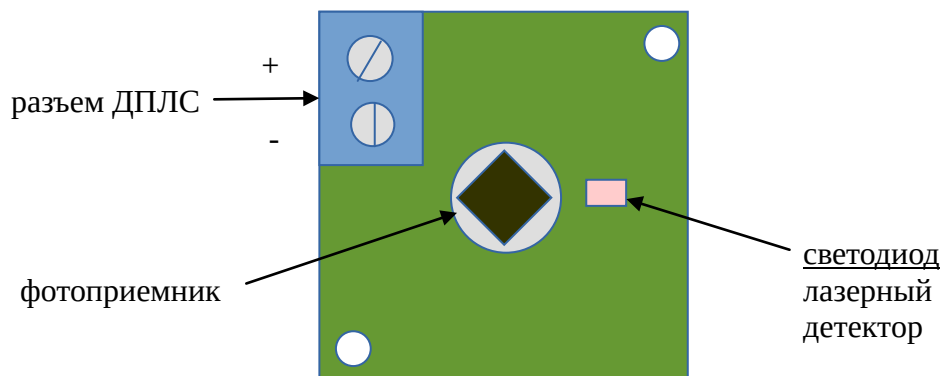

Рисунок 2 – Расположение компонентов на печатной плате извещателя.
1.4.4 Основание и крышка, составляющие корпус, соединены резьбовым соединением с герметизирующим кольцом. В торце крышки находится оптическое окно, в котором герметично закреплен защитный пластиковый фильтр. В основании на латунных стойках установлена печатная плата с элементами (рисунок 2).
Взаимодействие пользователя с извещателем (в том числе, получение извещений по событиям) осуществляется двумя способами: информационный обмен с КДЛ (через ДПЛС) и посредством красного светодиода на плате извещателя (рисунок 2). Извещения по событиям дублируются по обоим каналам.
1.4.8 Светодиод (рисунок 2) обеспечивает прямую индикацию состояний извещателя и одновременно является приемником сигнала лазерного тестера «Астра-941» фирмы «ТЕКО».